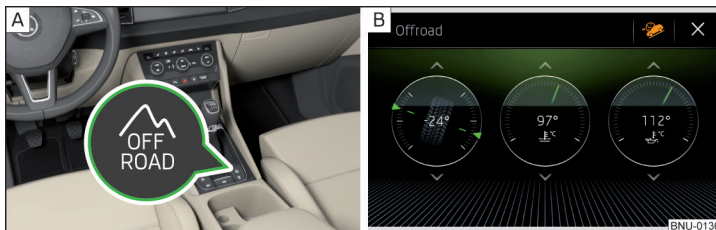

Fig. 250 Tasta Offroad / ecranul Infotainment: Afișare la activare
▶ Pentru **activare/dezactivare** apăsați tasta » fig. 250 - A.
La **activare se aprinde** în panoul de bord lampa de control pentru regimul Offroad , precum și a asistentului la coborârea în pantă . Pe ecranul Infotainment se inserează afișajele pentru regimul Offroad » fig. 250 - B.